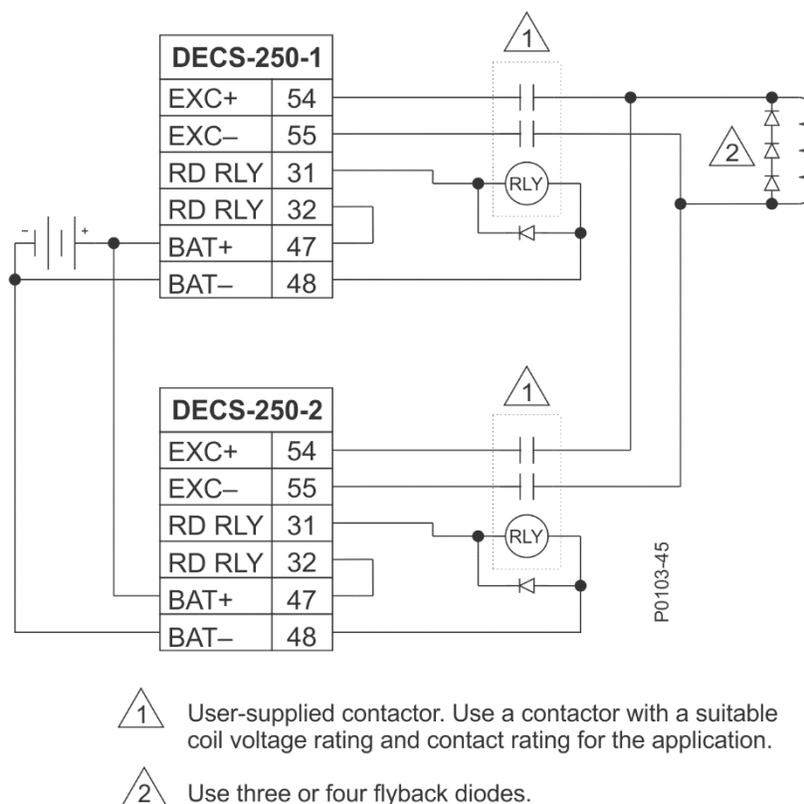

图 2-10 典型冗余继电器连接
在端子 ID+ (42) 和 ID- (43) 处提供用于横流（无功差动）补偿的电流检测输入。图 2-10-显示了两台并联发电机的典型电流检测连接。